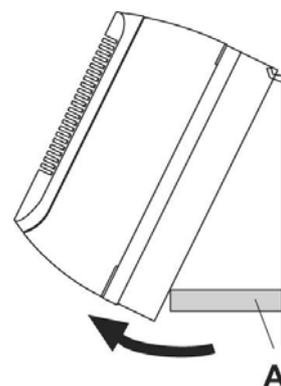

Fig.12
- Inserire uno spessore (fig. 12 rif. A) tra l'unità e la piastra di fissaggio in modo da distanziarli e poter eseguire i collegamenti dei due tubi di refrigerazione e quello dello scarico della condensa.